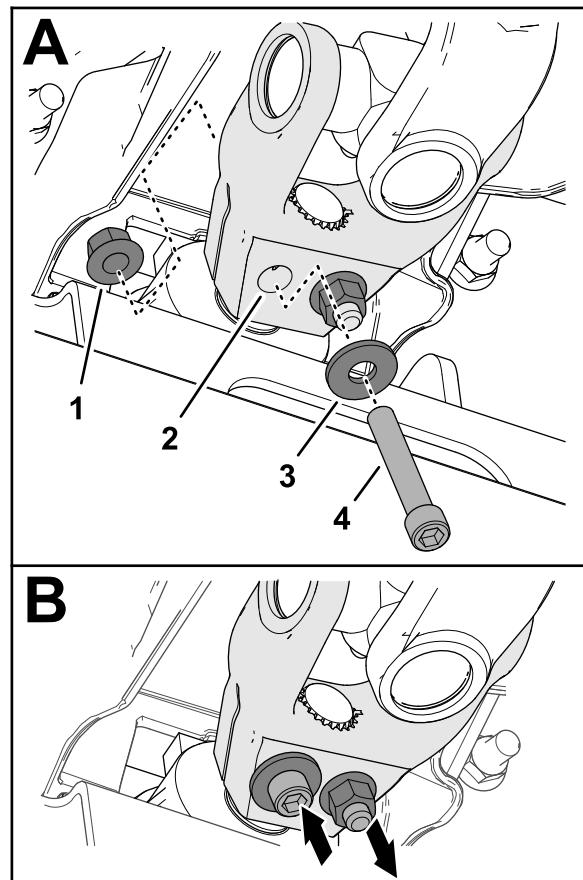

Figura 19
transmisie (Figura 19) și fixați urubul cu cap imbus cu o contrapiuliță cu guler ($\frac{3}{8}$ ").
- Montați un urub cu cap imbus ($\frac{3}{8} \times 2\frac{1}{4}$ ") printr-o aibă ($\frac{3}{8}$ ") în orificiul din furca arborelui de transmisie de pe cealaltă parte (Figura 19) și fixați urubul cu cap imbus cu o contrapiuliță cu guler ($\frac{3}{8}$ ").